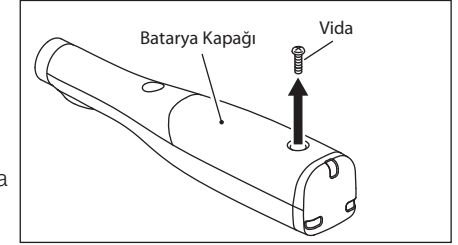

Fig. 14
3. Batarya kapağını gövdeye kenetleyen vidayı Phillips tornavidası ile sökünüz. (Fig. 14)